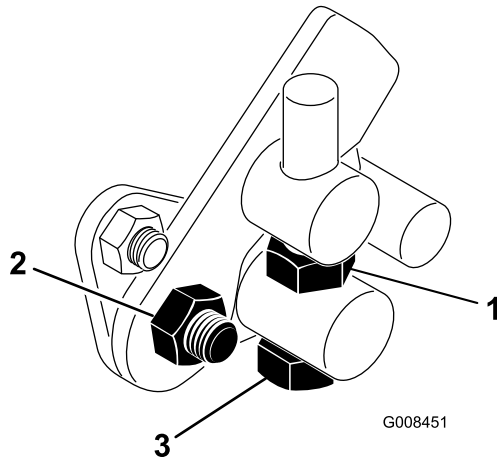

Figura 43
1. Afloje la contratuerca del tornillo de caperuza del muñón (Figura 43).
4. Apriete la contratuerca del perno del muñón y la tuerca de la articulación del pedal para bloquear el ajuste (Figura 43). Compruebe el funcionamiento, y vuelva a ajustar si es necesario.